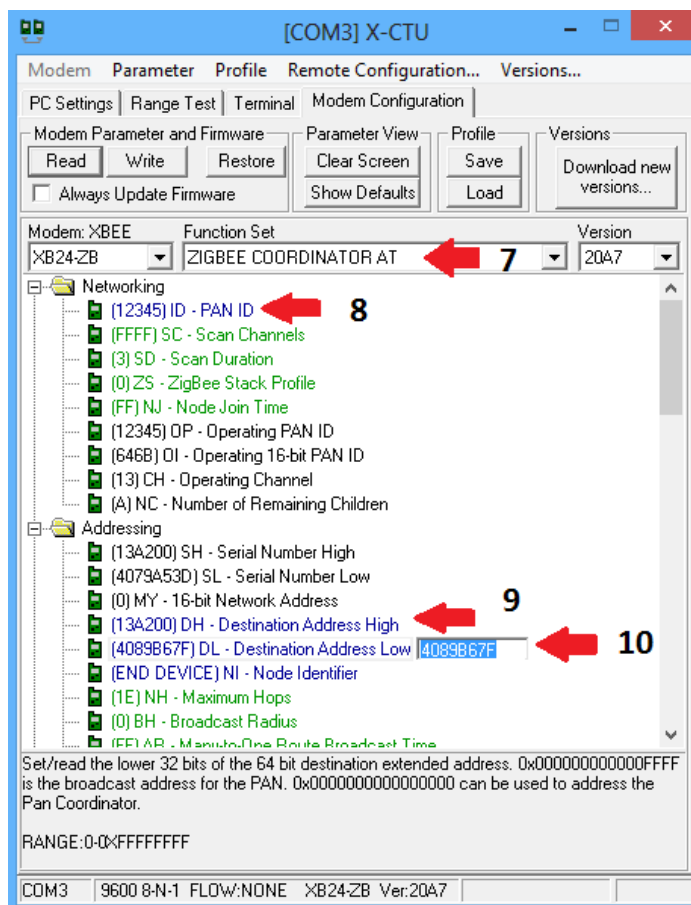

Figura 3.26
7. En la opción "Function Set", seleccionar el modo en que se quiere que funcione el XBee, ya sea coordinador, router , punto final y en modo AT o API. En este caso se selecciono ZIGBEE COORDINADOR AT (figura 3.26)
8. En la carpeta "Networking" seleccionar ID – PAN ID y establecer un número entre los valores permitidos. El PAN ID es un número de identificación el cual debe ser el mismo para todos los Xbee de la red (figura 3.26)
9. En la carpeta "Addressing" En la opción "DH – Destination Address High" establecer el valor SH del otro Xbee. Regularmente su valor es 0013A200 (figura 3.26)
10. En la opción "DL – Destination Address Low" establecer el valor SL del otro Xbee (figura 3.26). Esto se hace para obtener una comunicación punto a punto, de lo contrario se puede poner DH (0) y DL (FFFF) para hacer una difusión a todos los xbee de la red, o DH (0) y DL (0) Para comunicarse solo con el coordinador.